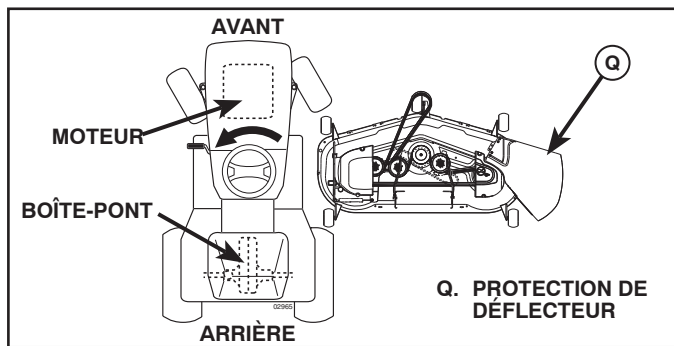

Fig. 6
3. TOURNER LE VOLANT DE DIRECTION À GAUCHE ET PLACER LA TONDEUSE SUR LE CÔTÉ DROIT DU TRACTEUR (Voir la Fig. 6)
- Tourner le volant de direction à gauche aussi loin que possible et placer la tondeuse sur le côté droit du tracteur avec la protection de déflecteur (Q) à gauche.